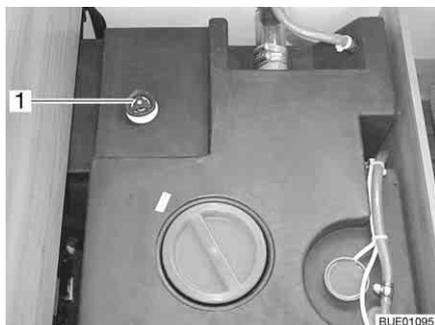
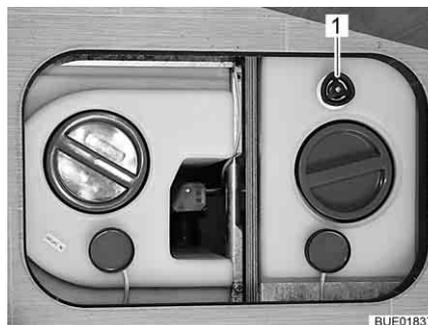

Bild 231 Wassertank mit Drehgriff (Viseo)
Bild 232 Wassertank mit Drehgriff (Elegance)
- Auf dem Wassertank den Drehgriff (Bild 231,1 bzw. Bild 232,1) im Uhrzeigersinn bis zum Anschlag drehen.
- Auf dem Wassertank den Drehgriff (Bild 231,1 bzw. Bild 232,1) entgegen dem Uhrzeigersinn bis zum Widerstand drehen. Das Wasser läuft bis auf eine Restmenge aus (Restmenge bei Viseo: 60 l, Restmenge bei Elegance: 20 l).